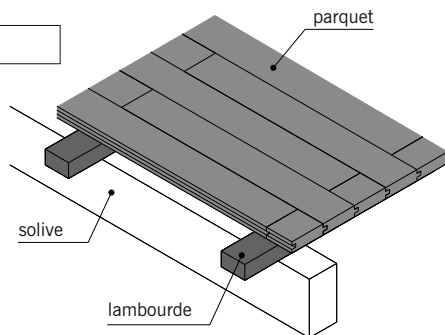

fig. 10.3
- La pose sur lambourdes : la **lambourde de parquet**, à ne pas confondre avec la lambourde de plancher, est une longue pièce de bois de 25 à 45 mm d'épaisseur, posée à plat et destinée à recevoir les lames du parquet. Selon la nature du plancher, les lambourdes sont soit clouées sur les solives, soit collées sur un plancher en béton (fig. 10.3 et 10.4).